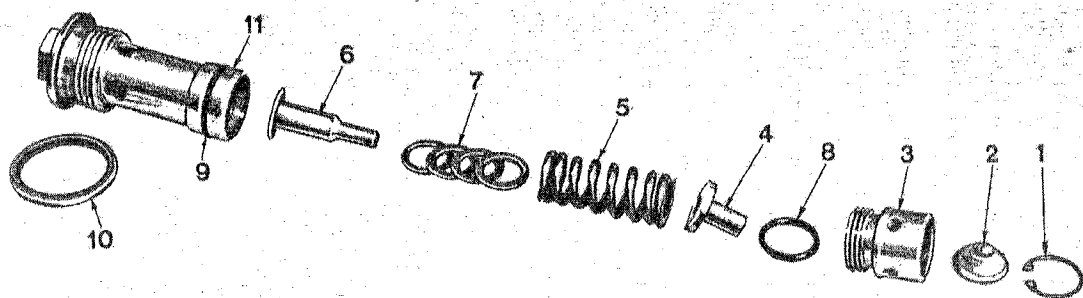

FIG. 19
- 1 - (figure 19) - Serrer la tête hexagonale du clapet dans un étau.
- 2 - Retirer le circlip (1) et l'ensemble cuvette/bille (2).
- 3 - Introduire une tige dans les orifices du manchon (3) et dévisser ce dernier de la douille. Sortir le siège (4).
- 4 - Extraire le ressort (5), le guide (6) et les rondelles de réglage (7). Nettoyer et contrôler l'état de toutes les pièces.
- 1 - (figure 19) - Introduire les rondelles (7) sur le guide (6), puis placer le ressort sur la tige.
- 2 - Remplacer les joints internes du manchon (non illustrés sur la figure 19). Disposer le siège (4) à l'intérieur du manchon.
- 3 - Remplacer le joint (8), puis serrer le manchon sur la douille à 1,4 kgm.
- 4 - Remonter l'ensemble (2) et le fixer à l'aide du circlip (1).